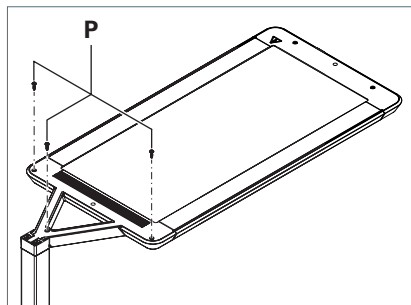

Fig. 10: Abdeckung festschrauben.
- ▶ Schrauben Sie die Abdeckung mit den drei Schrauben **P** fest, siehe Fig. 10.